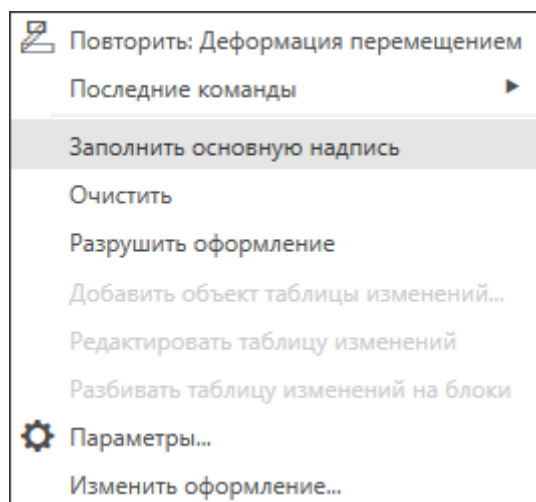

Рисунок 2. Заполнение основной надписи
2. Войдите в режим редактирования основной надписи (нажмите ПКМ¹ на основной надписи, выбрав команду из контекстного меню **Заполнить основную надпись** (рис.2)), заполните графы Обозначение – **КГ.0004.001** и Наименование – **Крышка**. Сохраните файл.